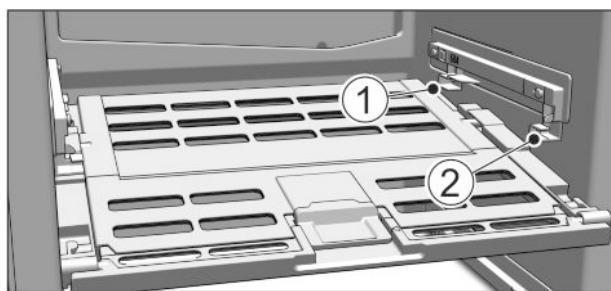

Fig. 74
- ▶ Nasazení víka přihrádky na ovoce a zeleninu: Výstupky víka zaveďte zdola do zadních držáků Fig. 74 (1) a vpredu zaklesněte do držáku Fig. 74 (2).